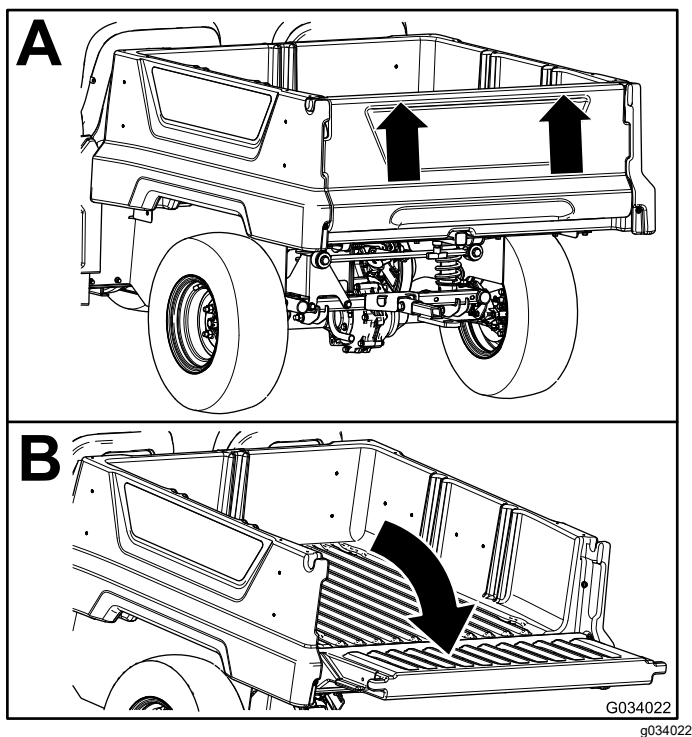

Рисунок 16
2. Двумя руками поднимите откидной борт, используя выступ около верхней части откидного борта (Рисунок 16).
- Опустите откидной борт так, чтобы он был на одном уровне с дном грузового кузова (Рисунок 16).